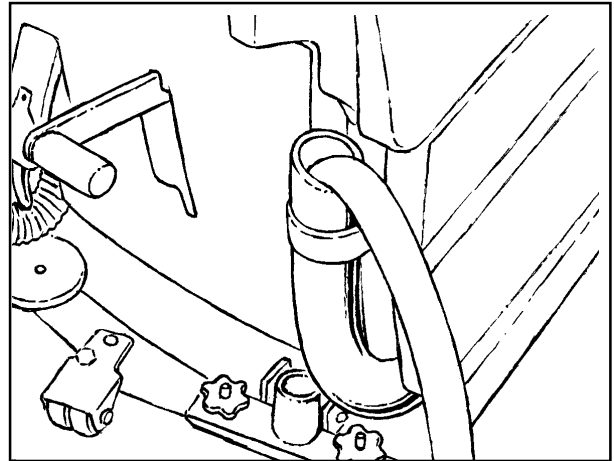

Abb. 20B
2. Füllen Sie den Laugentank mit Wasser. Wenn Sie die Maschine von vorne mit einem Schlauch füllen, positionieren Sie den Schlauch innerhalb des Einfüllfilters (siehe Abbildung 20A). Wenn Sie die Maschine von hinten füllen, positionieren Sie den transparenten Ablassschlauch gegen die Halterung und führen Sie den Schlauch ein (siehe Abbildung 20B). Der Füllstand des Laugentanks wird an der Rückseite der Maschine angezeigt.